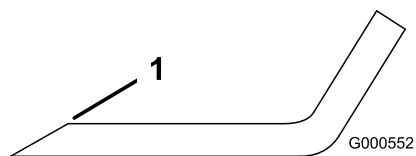

Figure 58
1. Au moyen d'une lime, aiguisez les tranchants aux deux extrémités de la lame (Figure 58).
Remarque: Si la lame est déséquilibrée, limez un peu l'extrémité de l'ailette seulement (Figure 58).